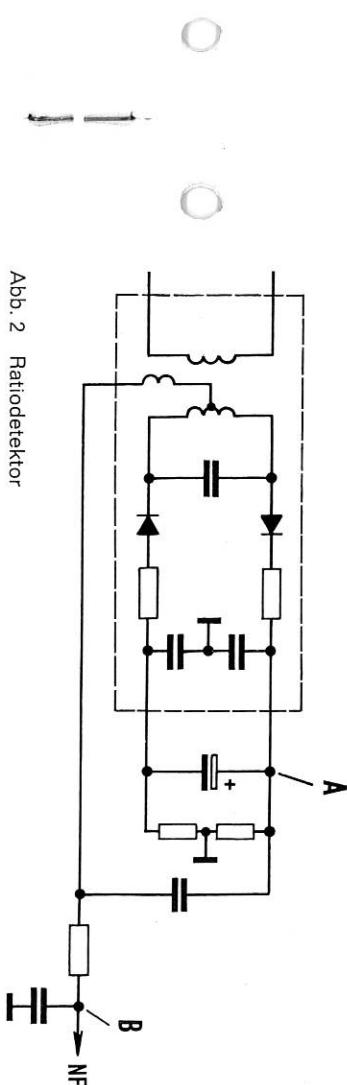

Abb. 2 Ratiotektor
Über einen Entkopplungswiderstand von 200 kΩ ist das Signal auf den Y-Eingang des Oszilloskopen (z. B. GRUNDIG G 3/13) auszukoppeln, bei FM am Punkt B der Abbildung 2, bei AM vor dem Klangregelnetzwerk.
Über einen 200-kΩ-Entkopplungswiderstand ist ein Gleichspannungsrohrenvoltmeter (z. B. GRUNDIG RV 20, UV 4) entsprechend Abb. 2 an Punkt A des Ratiotektors anzuschließen. Die HF-Ausgangsspannung ist so weit zu erhöhen, bis sich der angezeigte Wert trotz weiterer HF-Spannungserhöhung nur mehr unwesentlich ändert. Der Begrenzungseinsatz kann an der Stellung der geeichten Spannungsteiler ⑫ ⑬ ermittelt werden.
Um den Sekundärkreis des Ratiofilters auf größtmögliche Linearität und Symmetrie abzulegen, wird die HF-Ausgangsspannung zweckmäßigigerweise durch die Abgleichöffnung im UKW-Aggregat mittels eines Drahtstückes eingekoppelt und für das Sichtgerät eine Spannung über einen $200\text{-}\Omega$ -Entkopplungswiderstand hinter dem NF-Ausgang des Diskriminators, z. B. an der Demephasis (Abb. 2, Punkt B), abgenommen. Dabei wird bei Geräten ohne AM-Unterdrückungsrimmer der Sekundärkreis bei großem HF-Signal auf größte Linearität und Symmetrie innerhalb des 75-kHz-Hubes abgeglichen. Bei Geräten mit AM-Unterdrückungsrimmer wird der Trimmer bei maximalem HF-Signal auf maximale AM-Unterdrückung eingestellt, dann der Sekundärkreis bei geringer HF-Spannung auf größtmögliche Linearität und Symmetrie nachgetrimmt.